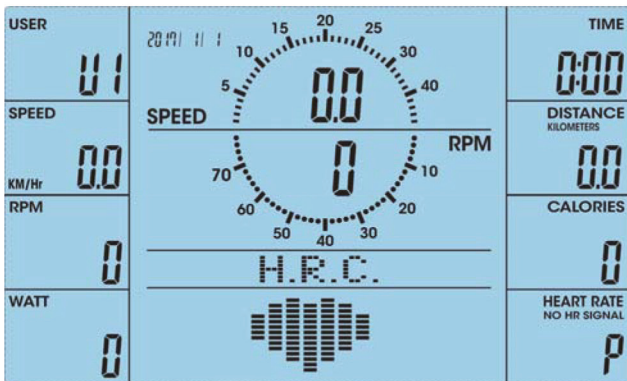

Fig. 38
1. I H.R.C.-tilstand (Fig. 38), viser skærmen 55 %, 75 %, 90 % og TARGET (mål) (fig. 32 til 35). Vælg den ønskede puls med UP/DOWN-knapperne.